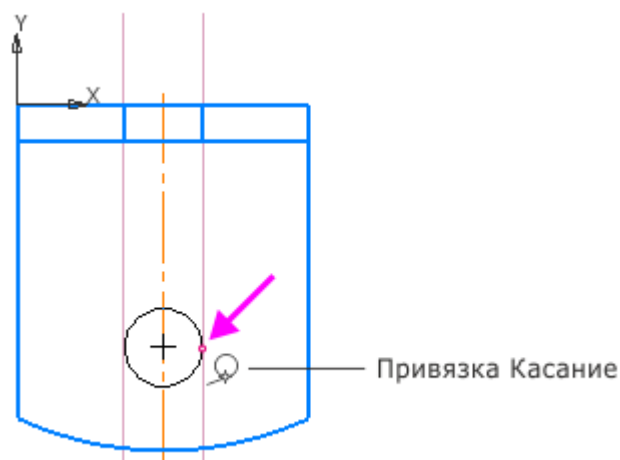

Рисунок 11
- Укажите одну из прямых вблизи предполагаемой точки касания — первая окружность будет построена, при этом срабатывает привязка Касание.(рисунок 11)